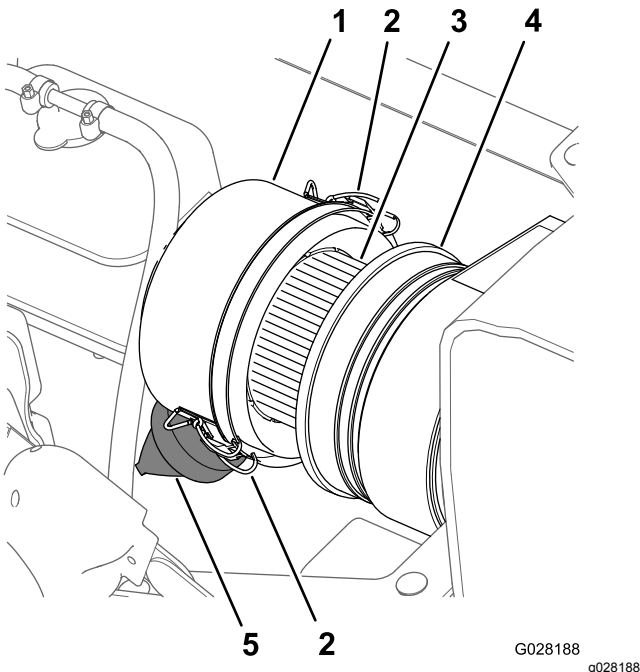
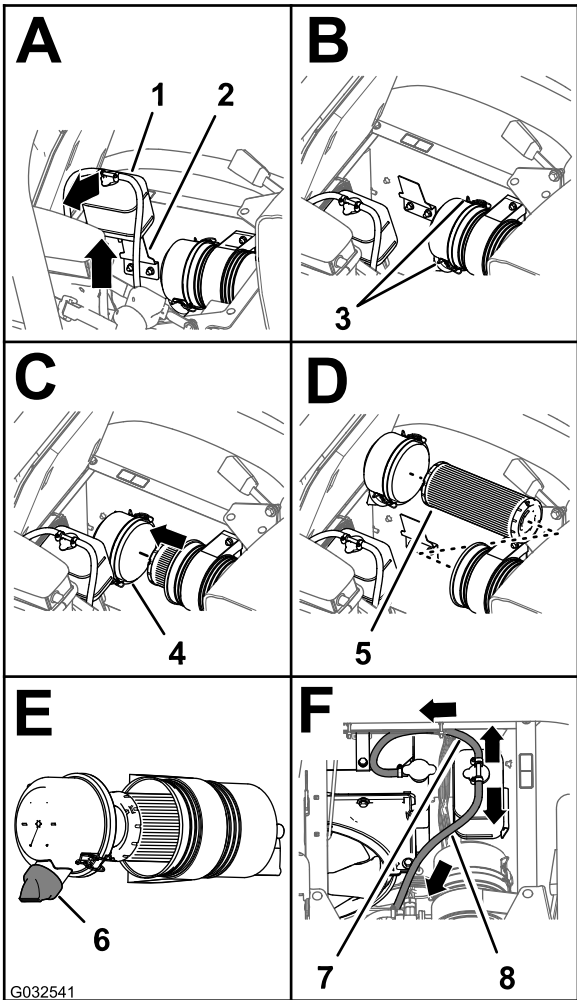

图 66
图 67
3. 清洁防尘盖和空气滤清器壳体图 66。
4. 检查空气滤清器壳体是否存在可能导致空气泄漏的损坏图 66。
5. 挤压防尘阀清除污物、灰尘和杂物 (图 66)。
7. 检查空气滤清器滤芯是否积聚了过多灰尘、污物和杂物图 66。
8. 将防尘盖安装到空气滤清器壳体上使用 2 个搭扣固定防尘盖图 66。
2. 清洁防尘盖和空气滤清器壳体图 66。
3. 向上提起冷却液溢流罐并将其移离溢流罐支撑架图 67。
4. 松开将防尘盖固定至空气滤清器壳体的 2 个搭扣图 67。
6. 用湿抹布将防尘盖、空气滤清器壳体和防尘阀内部擦拭干净图 66 和图 67。
7. 将空气滤清器滤芯插入空气滤清器的壳体图 67。
8. 将防尘盖安装到空气滤清器壳体上使用 2 个搭扣固定防尘盖图 67。
注意 确保从尾端看时防尘阀在 57 点钟位置是对齐的图 67。
9. 将冷却液溢流罐与溢流罐支撑架对齐稳固放置溢流罐图 67。
重要事项 确保压力释放软管向前下方伸出溢流罐通风软管向后方伸出如图 67 所示。